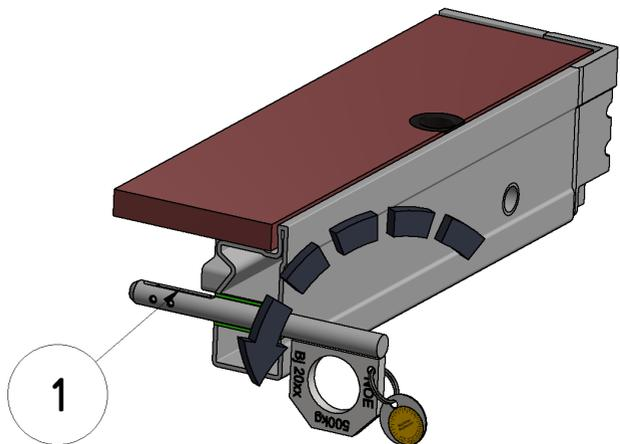

Abbildung 6
Den Transportstecker nach unten drehen gem. Abbildung 6. Falle (1) Abbildung 6 versinkt automatisch im Transportstecker.